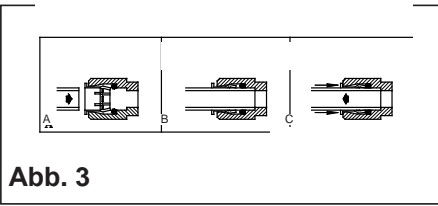

Abb. 3
10. Schließen Sie den Trinkbrunnen mit einem Absperrventil an die Versorgungsleitung an und installieren Sie eine 3/8"-Wasserleitung zwischen dem Ventil und dem Trinkbrunnen. Schieben Sie die Rohre gerade hinein, bis sie einen positiven Anschlag erreichen, etwa 3/4" (siehe Abb. 3). LÖTEN SIE KEINE ROHRE EIN, DIE IN KUNSTSTOFFFITTINGS EINGEFÜHRT WERDEN, DA DIES ZU EINER BESCHÄDIGUNG DER O-RINGE FÜHREN KANN.